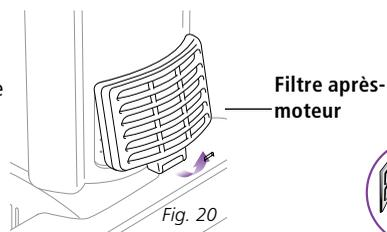

Fig. 20
- 1 Retirez le couvercle du filtre à l'avant de l'aspirateur en tirant l'onglet vers le haut et en retirant le couvercle de l'aspirateur. (Fig. 20)